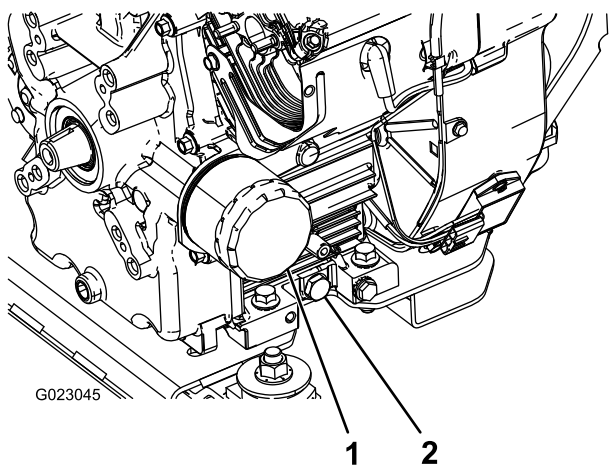

Figura 43
5. Retire el tapón de vaciado (Figura 43).
2. Retire el filtro de aceite (Figura 43).
5. Instale el filtro de aceite nuevo en el adaptador del filtro. Gire el filtro en sentido horario hasta que la junta de goma entre en contacto con el adaptador del filtro, luego apriete el filtro 1/2 de vuelta más (Figura 43).